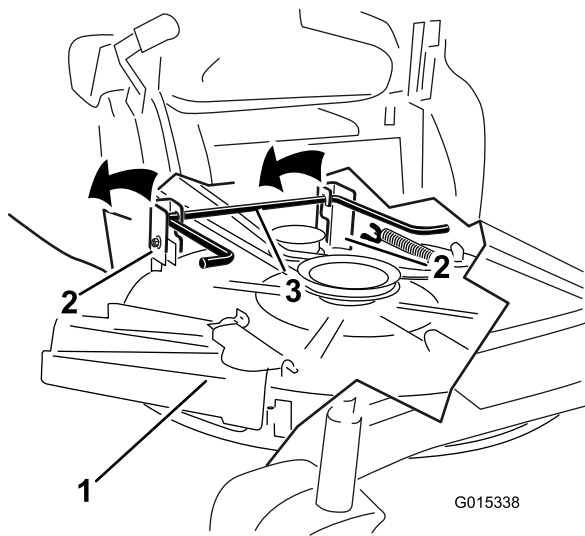

Figura 58
6. Eleve la carcasa de corte y separe ésta y las pletinas de suspensión de la varilla de elevación trasera; luego baje el cortacésped con cuidado al suelo (Figura 58).
- Eleve la parte trasera de la carcasa de corte y coloque las pletinas de suspensión sobre la varilla de elevación trasera (Figura 58).